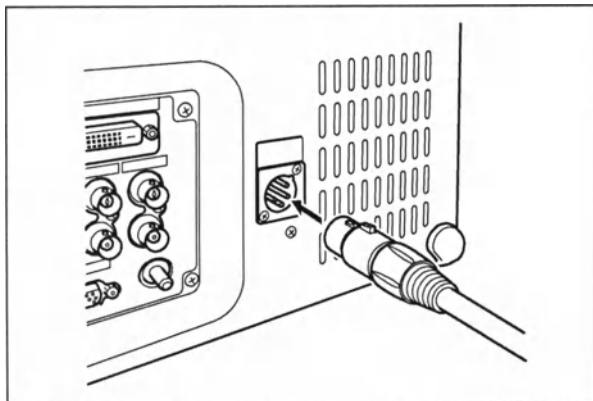

Рисунок 3.3.
3. Вставьте провод постоянного тока в разъем DC IN (Вход для постоянного тока) на мониторе, чтобы он защелкнулся в нужном положении (п. Рисунок 3.3.).